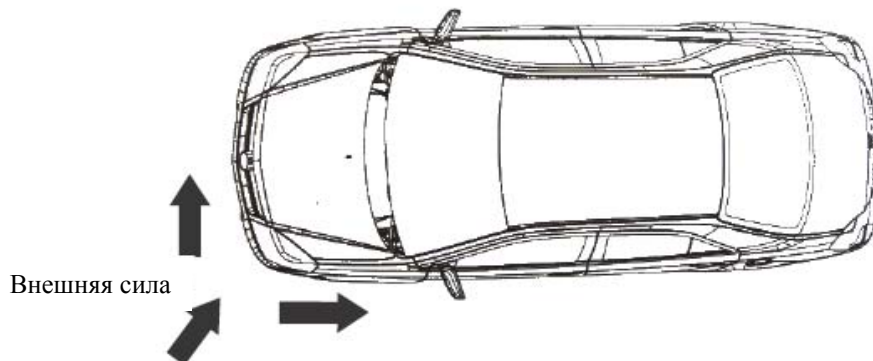

Рис. 615. Внешнее воздействие спереди под углом.
3. Внешнее воздействие спереди под углом. (Рис. 615)